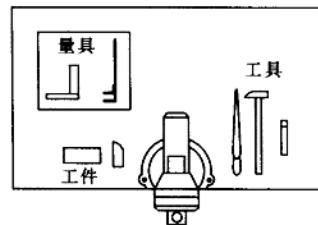

图 1-8 工具、量具的放置
- (1) 严格遵守实习纪律，服从老师的安排和指导。
- (2) 实习场地和设备要保持整洁，铁屑、垃圾倒到指定地点。
- (3) 工具、量具不准混放。使用前后均应擦拭干净，精密量具用后应放入盒内，要养成合理放置工量具的习惯，如图 1-8 所示。
- (4) 按时、独立完成作业，不准委托他人帮做，不准做与实习无关的事情。
- (5) 注意节约材料，不准私自更换实习工件，杜绝浪费现象。